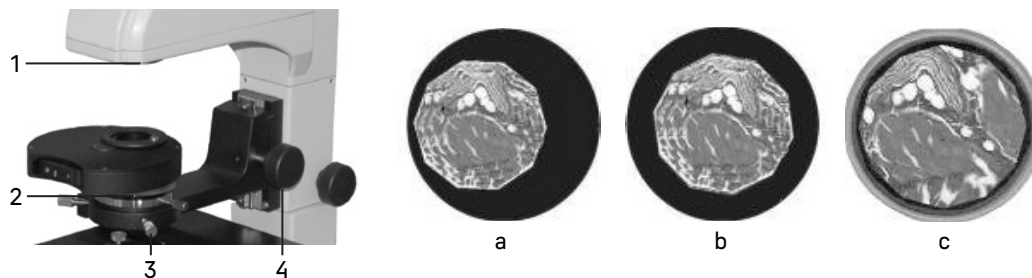

Рис. 15. Настройка освещения по Кёлеру
- Раскройте апертурную диафрагму **2** и закройте полевую диафрагму **1**. В поле зрения будет видно светлое пятно с изображением краев диафрагмы, как показано на рис. 15.
- Если светлое пятно смещено относительно центра поля зрения, как показано на рис. 15а, отрегулируйте положение апертурной диафрагмы с помощью центрировочных винтов 3 так, чтобы центр апертурной диафрагмы совпал с центром поля зрения, как показано на рис. 15b.
- Раскройте полевую диафрагму, чтобы изображение образца заполнило поле зрения, как показано на рис. 15с.